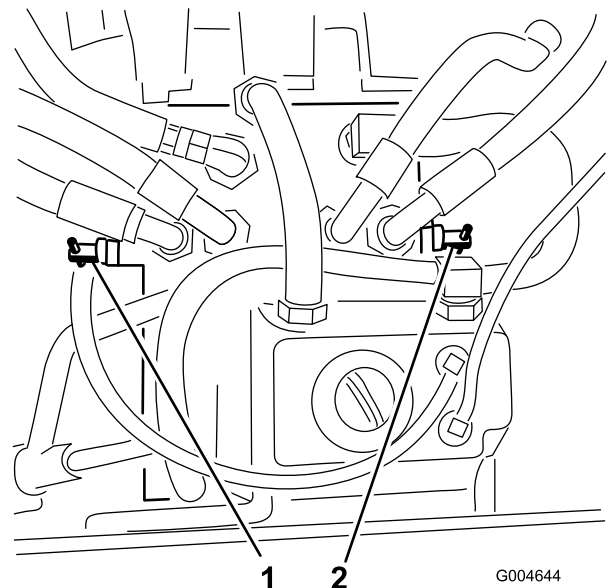

図 34
3. 各バイパスバルブを左回りに1回転させる 図 34。
各バイパスバルブを右に回転させて手締めするおおよそ 8 Nm (図 34)。